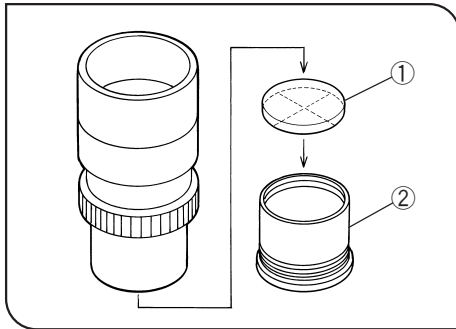

図 25
**4 接眼マイクロメータの使い方 (図 25)**
取付け方は図25のように、内蔵のマイクロメータ枠②を反時計方向に回して取外し、マイクロメータ①の表示面を下側にして落とし込みます。